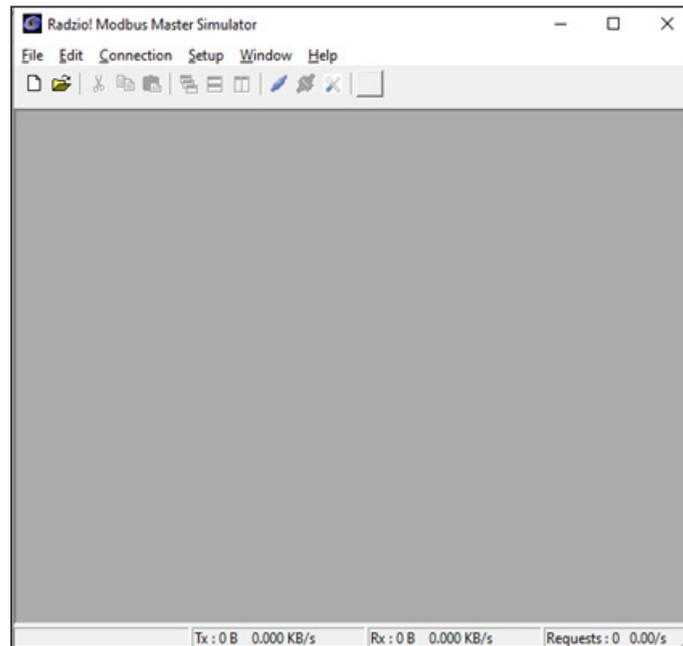

Fig 1: Radzio! Pantalla de inicio
1. Abra el **Radzio!** descargado Herramienta **Modbus Master Simulator**. (Fig 1)